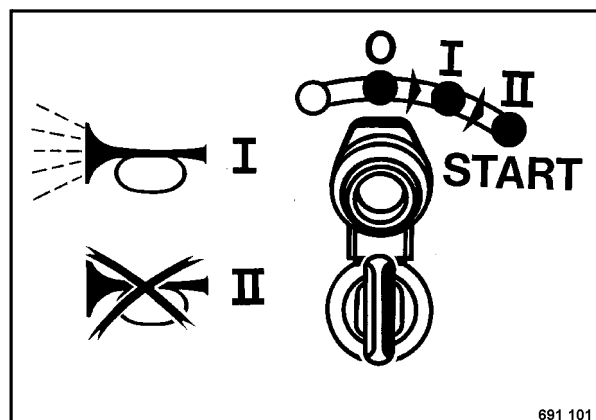

Fig. 3
- Girar la llave de encendido en posición "I" (Fig. 3).